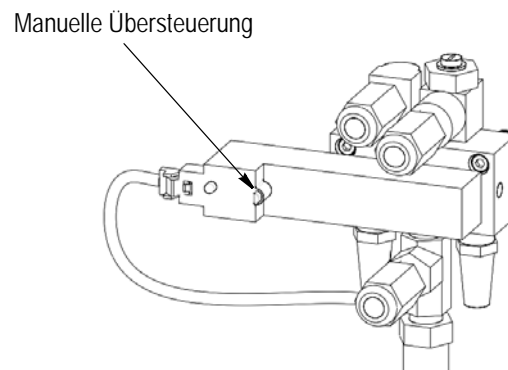

Abbildung 8
5. Drücken Sie die Taste für die manuelle Übersteuerung am Druckluftvorschubventil, welches sich hinten an der Crimpmaschine befindet, bis sich der erste Stoßverbinder auf dem Amboss befindet und lassen sie die Taste wieder los. Siehe Abbildung 8.